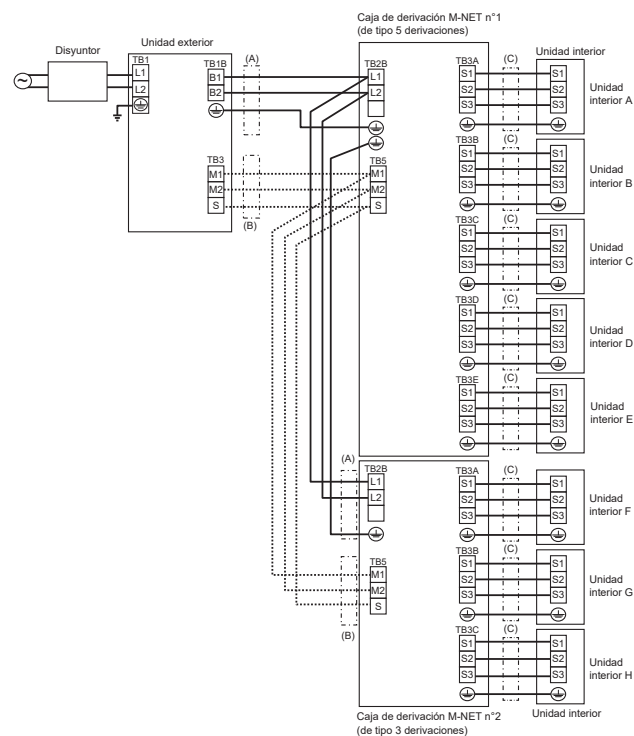

Fig. 8-9
- 4) Conecte firmemente cada cable al bloque de terminales pertinente. (Fig. 8-9)
### 8.4. Procedimiento de cableado exterior (Fig. 8-9)